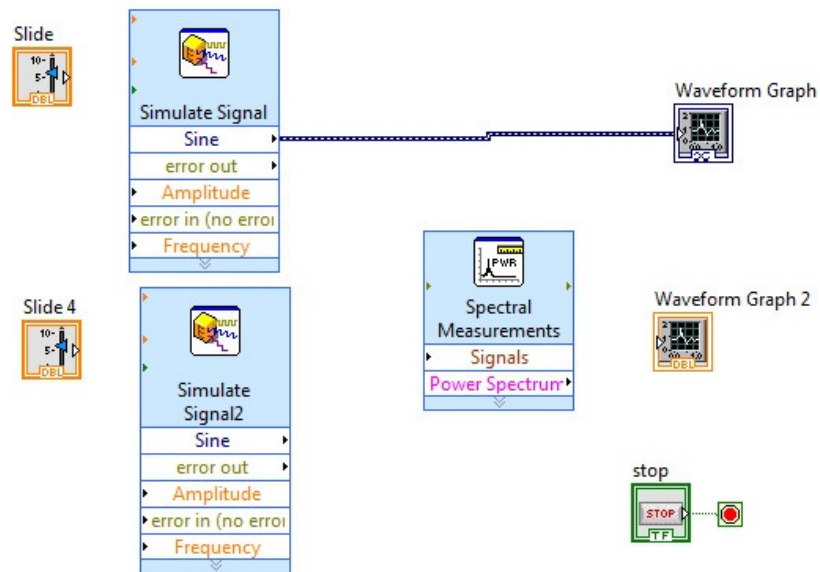

Figura 7 – Blocos *Simulate Signal* com as diversas entradas e saídas disponíveis.
9. Utilizando o recurso de copiar e colar, crie um segundo bloco *Simulate Signal*, no diagrama de bloco, de modo a ficar com dois sinais independentes. Pode utilizar Ctrl+C e Ctrl+V. Nos blocos *Simulate Signal*, clique nas setinhas na parte inferior do bloco e arraste para baixo. Surgirão diversas entradas e saídas em cada um dos blocos, conforme indicado na Figura 7.